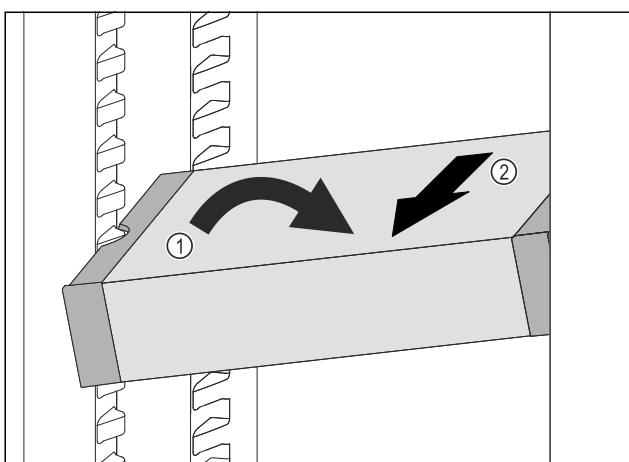

Fig. 99
- Наклонете VarioSafe в хладилната част. *Fig. 99 (1)*
- Извадете VarioSafe напред. *Fig. 99 (2)*